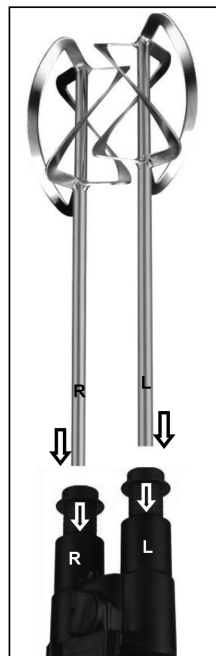

Рис. 3
Насадка в переходник устанавливается аналогично креплению насадки на модель CM 2000ED2 (рис. 3).
- Сдвиньте в сторону редуктора муфту патрона (рис. 3).
Правую насадку, обозначенную буквой «R» необходимо устанавливать в правый патрон, обозначенный буквой «R» на корпусе редуктора, левую насадку, обозначенную буквой «L» необходимо устанавливать в левый патрон, обозначенный буквой «L» на корпусе редуктора (рис. 3).